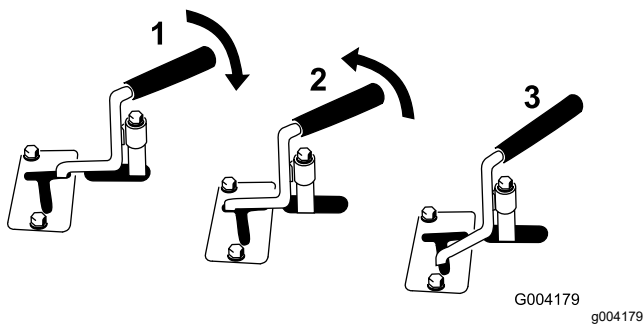

Figura 12
- Pentru a aciona un dispozitiv de ataare hidraulic în direcția înainte, rotii maneta pentru circuitul hidraulic auxiliar spre spate i trageți în jos până la bara de referință (Figura 12, numărul 1).
- Pentru a aciona un dispozitiv de ataare hidraulic în sens invers, rotii maneta pentru circuitul hidraulic auxiliar spre spate, apoi mutați la stânga în fanta superioară (Figura 12, numărul 2).
**Notă:** Dacă eliberați maneta în poziia ÎNAINTE, maneta revine automat în poziia NEUTRĂ (Figura 12, numărul 3). Dacă este în poziia INVERSĂ, rămâne astfel până când o scoateți din fantă.